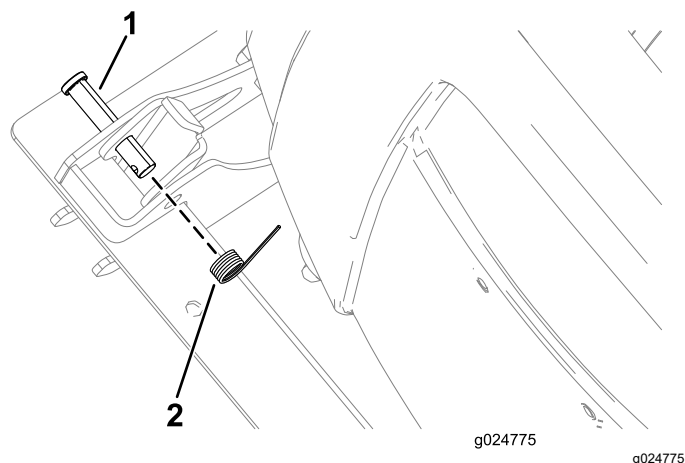

Figura 24
7. Instale el muelle en el pasador (Figura 24).